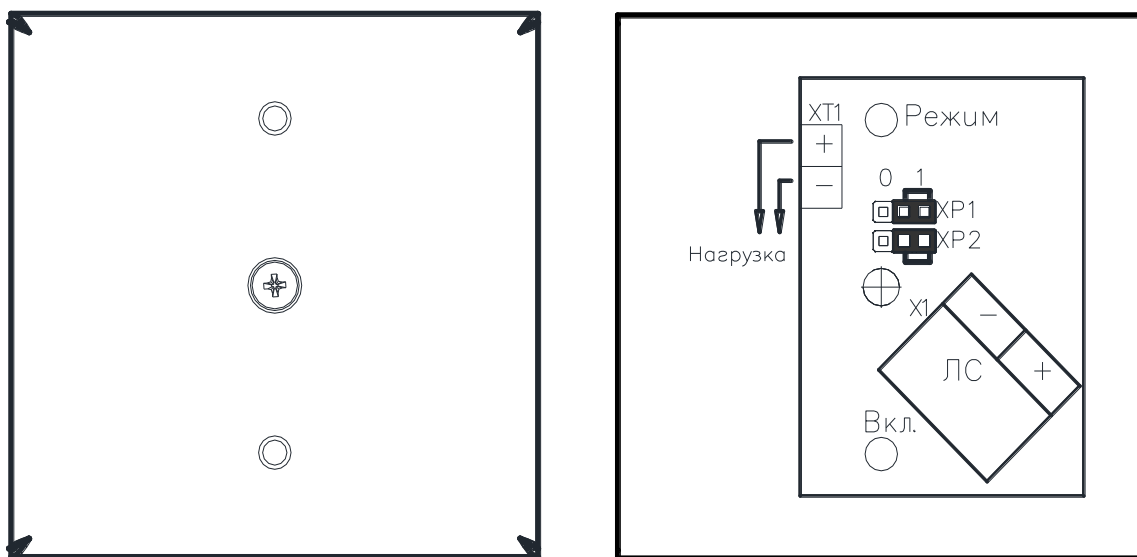

Рисунок1 – Внешний вид УК-Д(05)-К1 исп. КМ-О
4.1 Внешний вид устройств представлен на рис.1 и 2.